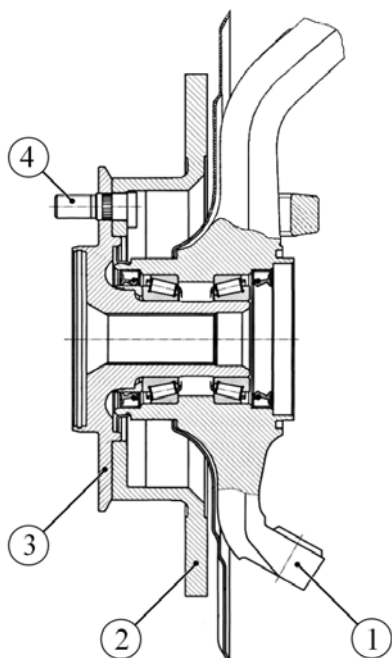

Рисунок 4 – Детали ступицы переднего колеса:
3.2 Извлечь из поворотного кулака 1, рисунок 4, ступицу 3 с тормозным диском 2 в сборе.
4.8 Совместить тормозной диск 2, рисунок 4, со ступицей 3 по отверстиям для болтов крепления колеса и запрессовать пять болтов 4 (оправка технологическая, молоток).